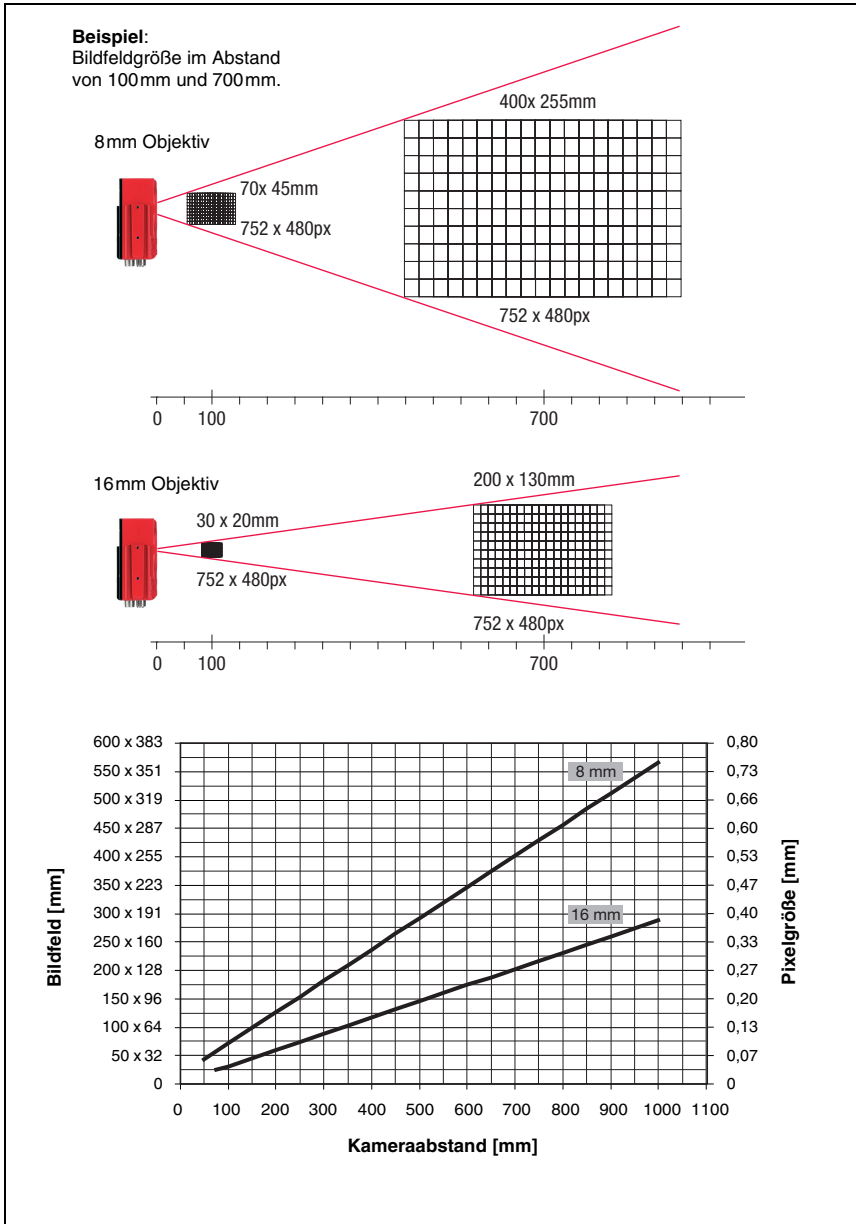
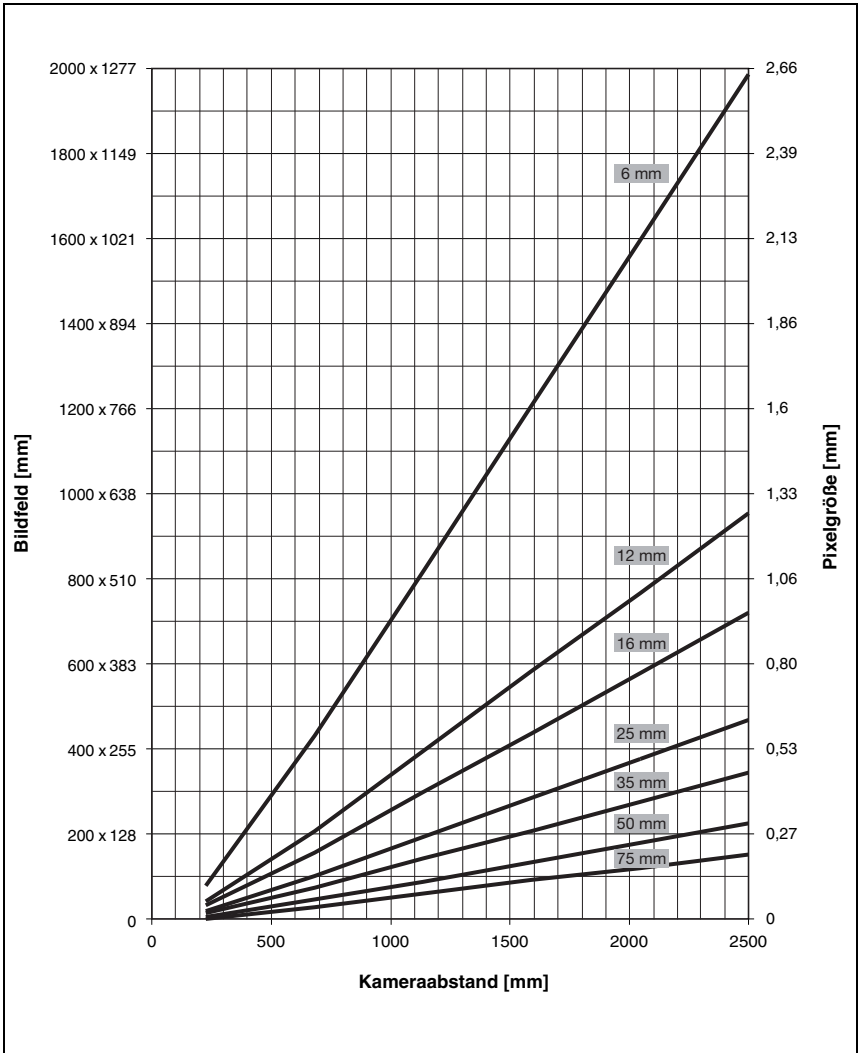

Bild 4.6: Kameraabstand / Bildfeld - Standardgeräte
Bild 4.7: Kameraabstand / Bildfeld - Gerätevarianten für C-Mount Wechselobjektive
- Der sich aus dem jeweiligen Bildfeld ergebende Kameraabstand (siehe Bild 4.6 auf Seite 22 bzw. Bild 4.7 auf Seite 23).
In Bild 4.6 bzw. Bild 4.7 für die C-Mount Gerätevarianten ist der prinzipielle Zusammenhang zwischen Kameraabstand und dem sich ergebenden Bildfeld dargestellt.
Das Diagramm in Bild 4.6 zeigt die Abhängigkeit zwischen Kameraabstand (= Strecke von Kameravorderkante zu Objekt) und Bildfeld für die Standardgeräte mit 8mm und 16mm Brennweite. In Bild 4.7 ist dieser Zusammenhang für die C-Mount Gerätevarianten dargestellt.